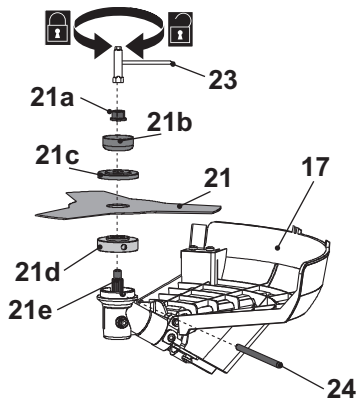

Fig. 9
2. Insérez la tige de verrouillage de la broche (24) dans le trou pour bloquer la broche (21e).
3. Desserrez à la main la tête de coupe (18) dans le sens des aiguilles d'une montre et retirez-la avec la bride de verrouillage (21c).
4. Montez la lame de coupe (21) sur la broche (21e). Veillez à ce que la lame de coupe (21) soit en contact avec la bague filetée de la bride de raccordement (21d).
5. Placez la bride de verrouillage (21c) sur la lame de coupe (21).
6. Fixez la lame de coupe (21) en serrant l'écrou (21a) dans le sens inverse des aiguilles d'une montre à l'aide de l'outil polyvalent (23) et de la tige de verrouillage de la broche (24) fournis.
7. Retirez l'outil polyvalent (23) et la tige de verrouillage de la broche (24).
8. Retirez le protège-lame (21f) (s'il est fourni) de la lame de coupe (21) avant d'utiliser l'appareil (Fig. 9).